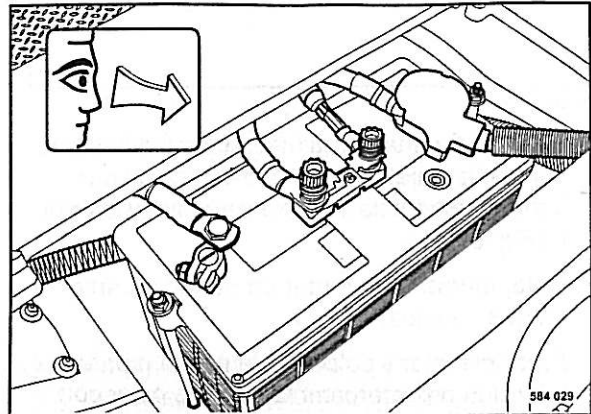

Fig. 87
- Desmontar la batería (Fig. 87) y limpiar el compartimento de la batería.